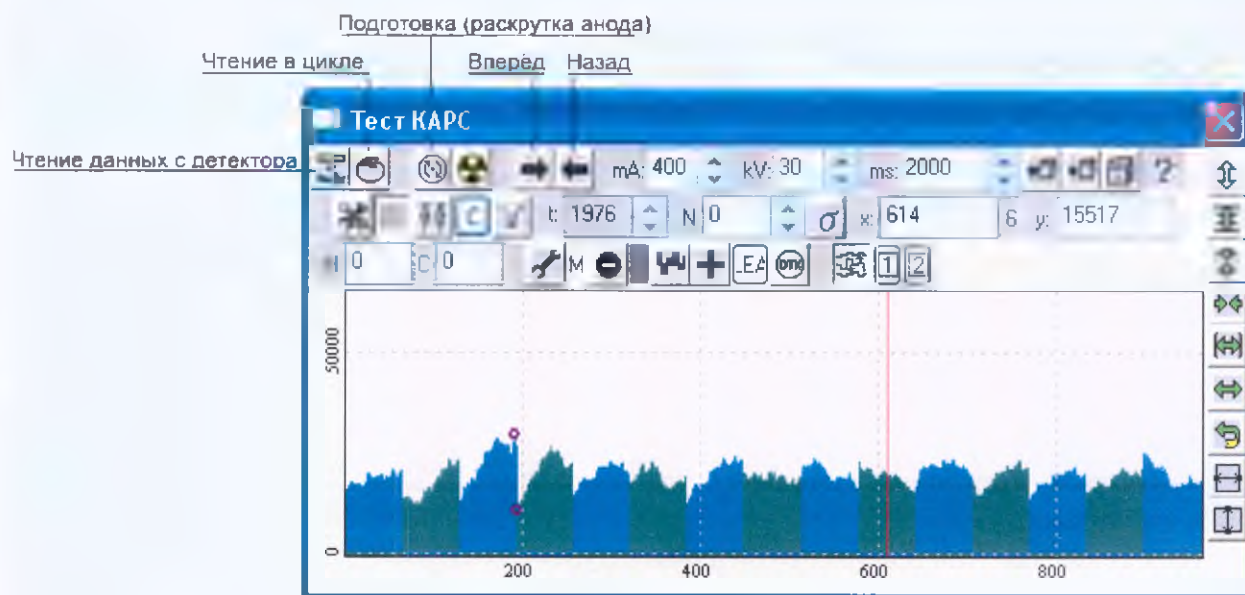

Рисунок 31. Тест КАРС
2. Запустите ПО «МЕДАРМ» и задайте команду меню *Работа* → *Тест КАРС* или нажмите одноименную кнопку на панели команд. Появится окно для проверки и настройки детектора КАРС (рис. 31).
3. Нажмите кнопку «Чтение данных с детектора». Если аппарат и детектор исправны, в окне появится профиль сигнала с детектора. Профиль нигде не должен опускаться ниже нулевой горизонтальной или подниматься выше половины шкалы (см. рис. 31). Когда устройство находится в рабочем состоянии, рекомендуется распечатать профиль (команда в контекстном меню, вызов по правой кнопке мыши) и использовать его как эталон во время проверки. Заметное отличие профиля от эталона означает, что свойства детектора изменились, и он требует замены или повторной калибровки (см. подраздел 5.6). При неполадках в работе детектора или аппарата появится сообщение об ошибке.